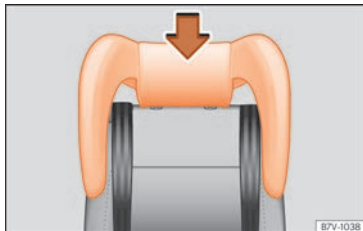

Abb. 96 Integrierter Kindersitz: Kopfstütze auf die seitliche Kopfstütze aufstecken und einbauen.
- Führungsstangen der Kopfstütze von oben durch die Öffnungen in der seitlichen Kopfstütze stecken »» **Abb. 96**.